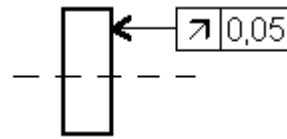

Fig. 5.16
T.5.16. Cum interpretati simbolul grafic din fig. 5.16?